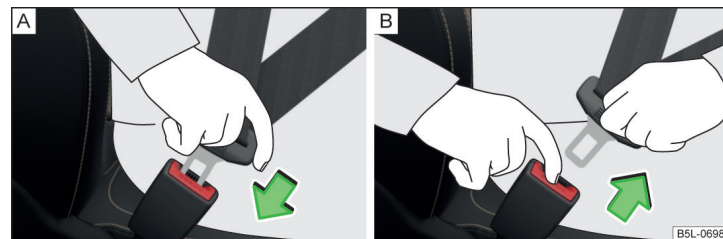

Fig. 18 Bouclage/débouclage des ceintures de sécurité
- › Engagez la languette dans la boucle du siège correspondant » fig. 18 – [A] jusqu'à ce qu'elle s'enclenche de façon audible.
- › Tenez la languette et appuyez sur le bouton rouge de la boucle » fig. 18 – [B], la languette est éjectée.